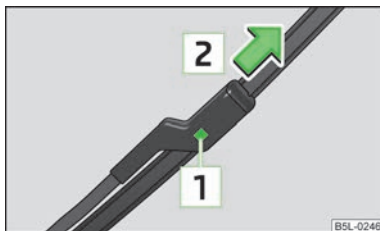

Fig. 31
- Pentru deblocarea lamelei ștergătorului, apăsați siguranța [1] » fig. 31 și detașați-o în sensul săgeții [2].